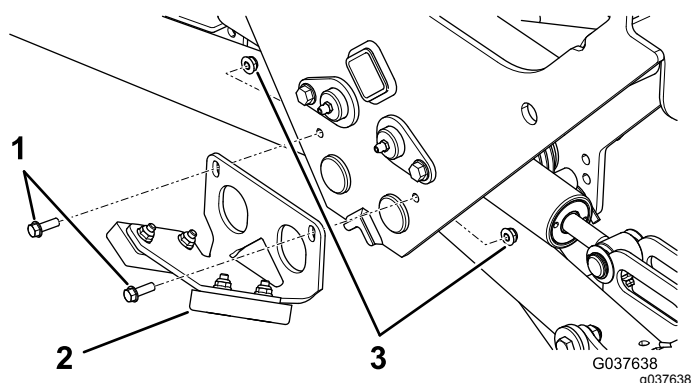

Figura 24
2. Instale conjunto de topes trasero según se muestra en Figura 24.